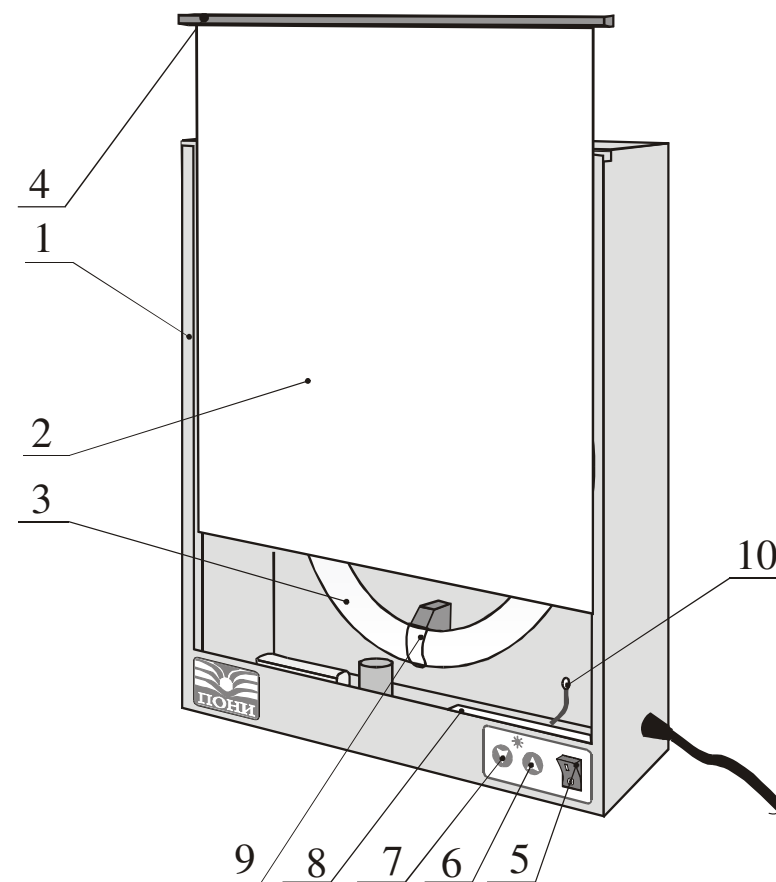

Рис. 1. Общий вид негатоскопа рентгенозащитного NR1-02
5.1.1 Негатоскоп (рис. 1,2) конструктивно выполнен в виде прямоугольного металлического корпуса **1** с установленным в нем молочно-белым экраном **2**. Негатоскоп можно устанавливать на горизонтальную поверхность, для чего на нижней стороне корпуса предусмотрены пластмассовые опоры, или располагать на стене, используя для этого крепежные отверстия, выполненные на задней стенке изделия.